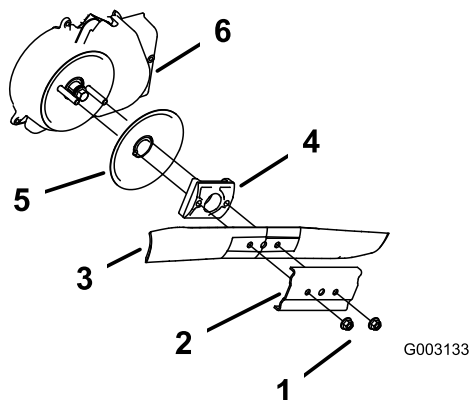

Figura 34
3. Retire las 2 tuercas de la cuchilla y el refuerzo (Figura 34).
4. Retire la cuchilla (Figura 34).
5. Retire el impulsor de la cuchilla y el disco (Figura 34).
6. Retire el protector del embrague del freno de la cuchilla (Figura 34).
10. Instale la cuchilla y el refuerzo que retiró anteriormente (Figura 34).